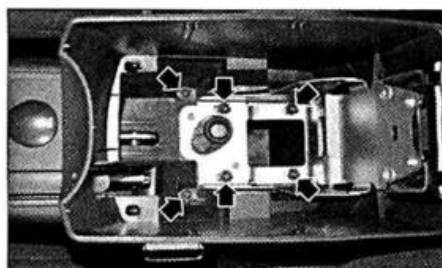

FIG. 29
- Desmontar los 6 tornillos en el fondo del apoyabrazos y desmontarlo (fig. 29).